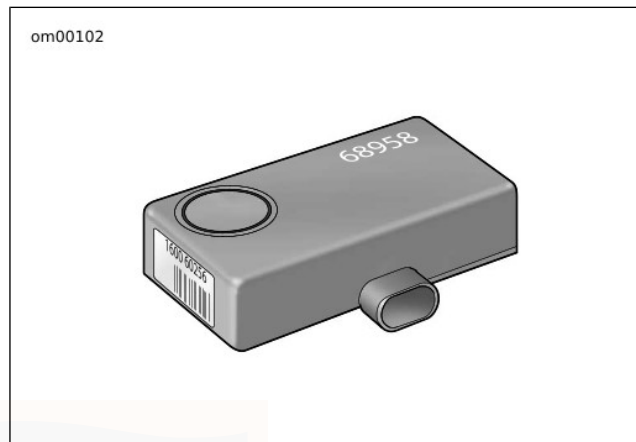

Figure 22. Smart Siren (en option)
- Voir la Figure 22. Activer la sirène optionnelle.